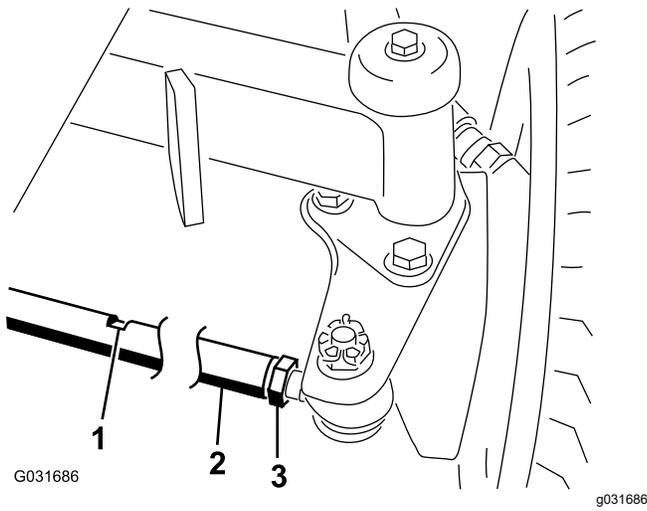

図 62
2. 各タイロッド 図 62の端についているジャムナットをゆるめる。